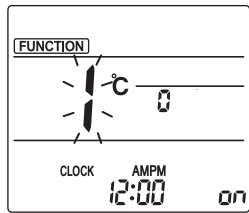

Fig. 3-1
- 1 Vaya al modo de ajuste manual del deflector. Pulse el botón **[MENU]**. (Inicie esta operación con la pantalla de estado del mando a distancia apagada). "FUNCTION" (FUNCIÓN) se ilumina y "1" parpadea. (Fig. 3-1) Pulse el botón **[↑]** para seleccionar "2" y, a continuación, pulse el botón **[SET]**.